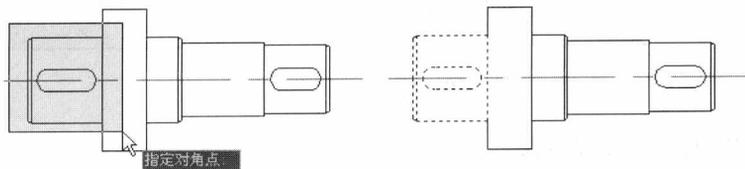
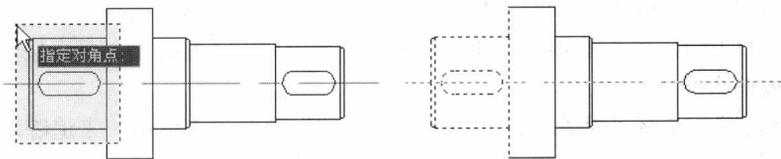

图 1-14 “窗口”选择对象
图 1-15 “窗交”选择对象
- **窗口 (W)** 通过使用鼠标左键，从左到右指定一个矩形区域的两个角点来选择对象，完全落在窗口内的对象被选中，如图 1-14 所示。
- **上一个 (L)** 在系统提示选择对象时，在命令行中输入“L”并按<Enter>键，选择最近一次生成的可见图形对象。
- **窗交 (C)** 与窗口方式类似，通过从右到左指定一个矩形区域的两个角点来选择对象，完全落在窗口内的对象以及与窗口相交的对象都被选中，如图 1-15 所示。